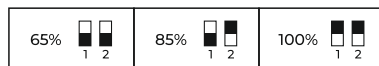

Рисунок 2. Схема управления диммированием при помощи микропереключателя
5.1. Управление диммированием. Уровень диммирования задается комбинацией положения микропереключателей (рис. 2). Ступенчатое диммирование осуществляется настройкой уровня выходного напряжения, стабилизируемого блоком (см. таблица 2). Для использования всех режимов диммирования ленты, либо другой потребитель, подключаемый к данному блоку, должны быть предназначены для работы во всем диапазоне от 21В до 24В. Уровень диммирования выходного напряжения может не совпадать с уровнем диммирования яркости, поскольку для каждой ленты зависимость яркости от напряжения своя.